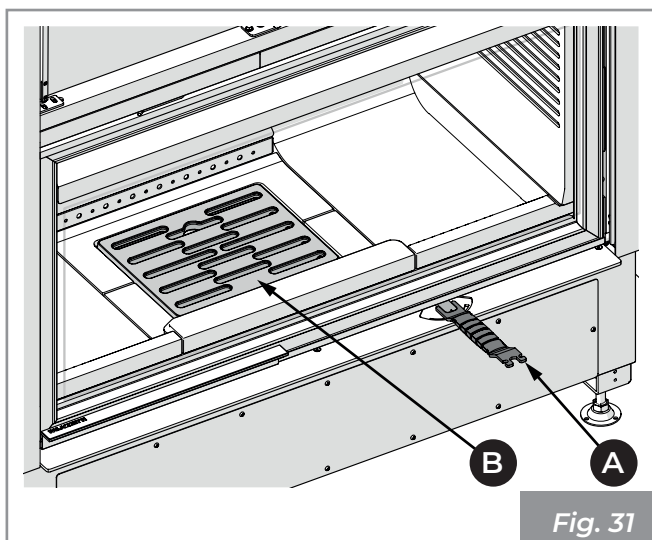

Fig. 31
- Utilizzando la maniglia fredda in dotazione (A) aprire al massimo (+) la regolazione dell'aria primaria (Fig. 31).
- Appoggiare con cautela i pezzi di legna nella camera di combustione avendo cura di non coprire totalmente le feritoie della griglia (B) (Fig. 31).
- Ridurre l'apertura della presa d'aria utilizzando l'apposita maniglia fredda (A) (Fig. 31) solo quando si è formata una buona base di brace.